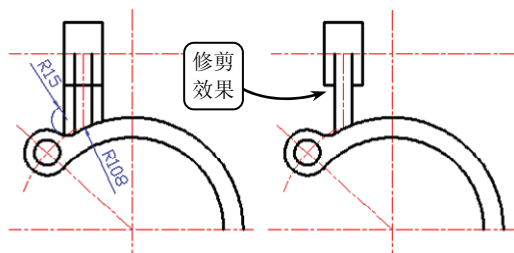

图 3-61 修剪轮廓
⑨ 利用【修剪】工具选取半径为 R15 的圆弧和半径为 R108 的圆为修剪边界，修剪竖直轮廓线和中心线。继续利用【修剪】工具修剪多余线段，效果如图 3-61 所示。